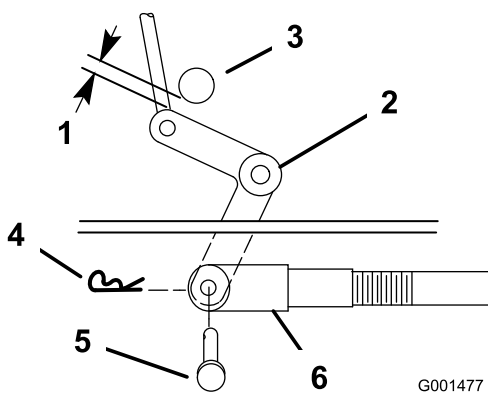
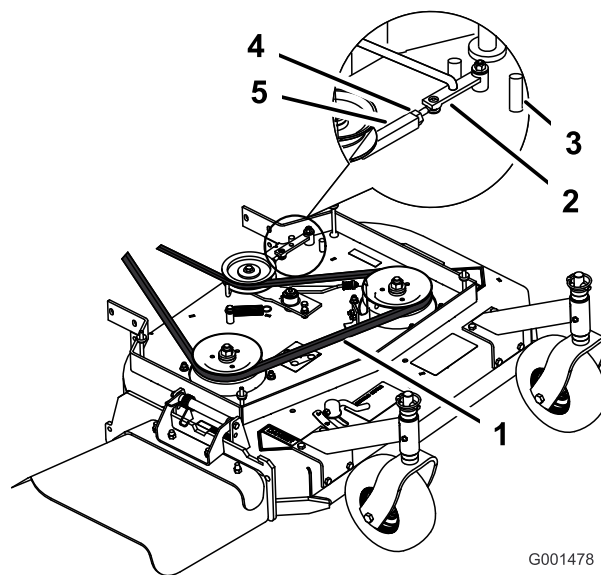
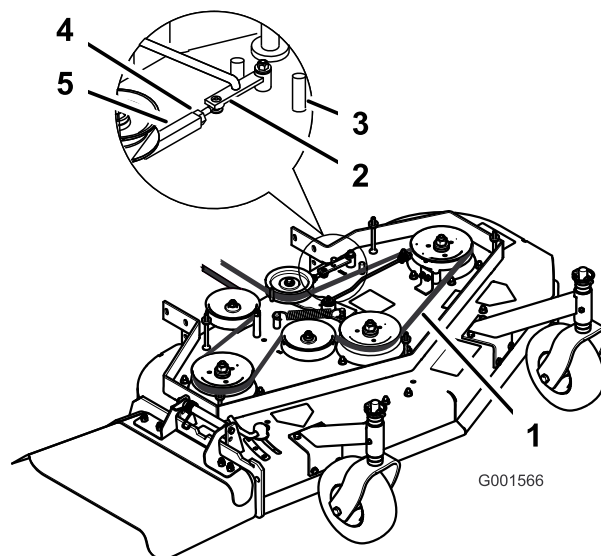

Figure 42
Figure 43
Figure 44
9. Vérifiez l'écartement entre l'axe coudé et l'arbre de sortie de transmission (Figure 42).
11. Tournez la chape dans le sens horaire sur la tige pour accroître l'écartement, et dans le sens antihoraire pour le réduire (Figure 42).
Remarque: Si le bras d'assistance ne touche pas la butée avant du tablier de coupe (Figure 43 ou Figure 44), réglez la chape de sorte à rapprocher le levier coudé de l'arbre de sortie de transmission (Figure 42).